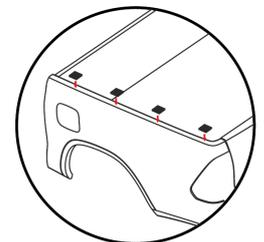

Abbildung 1.1
3. Platzieren Sie die übrige dicke Gummiunterlage in der Nähe der Ladeflächen-Heckklappe (siehe Abbildung 1.1).